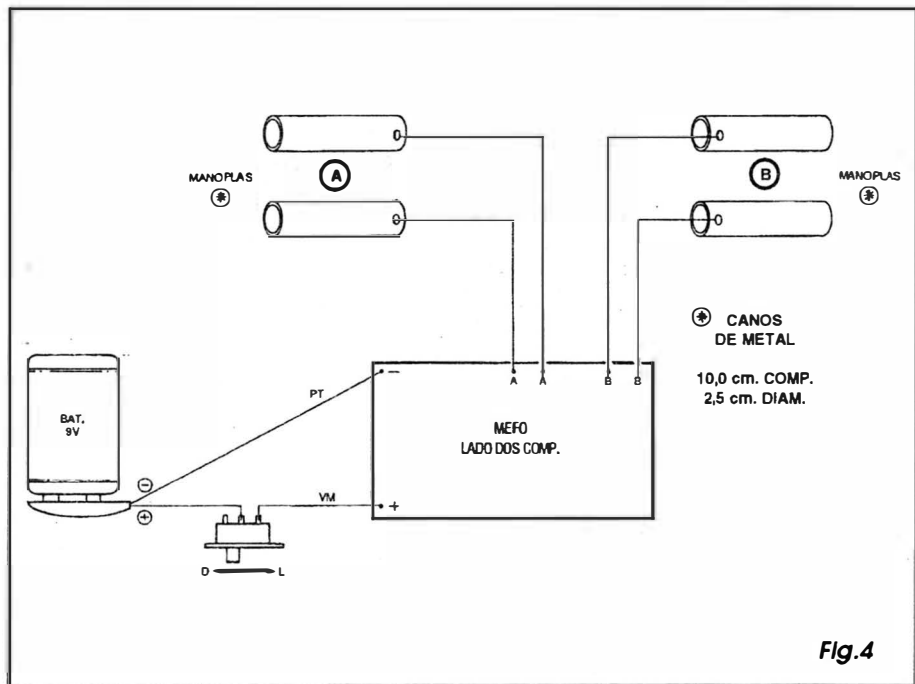

Fig. 4
- **FIG. 4 - CONEXÕES EXTERNAS À PLACA** - São poucas e simples as ligações da placa pra fora, resumindo-se nas con-